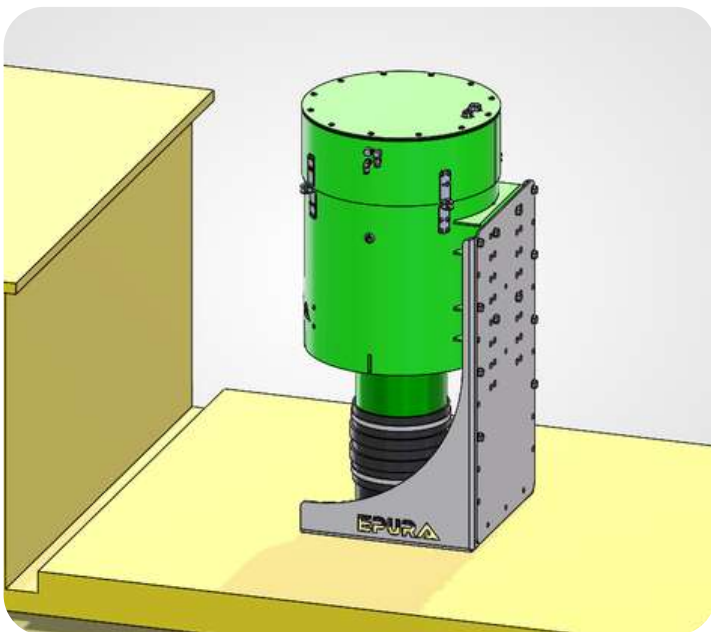

figure 10
- 7 Installer la tête de nettoyage sur le bâti et la fixer. Se référer à la procédure de fixation des loquets à la page 11 (**figure 10**).